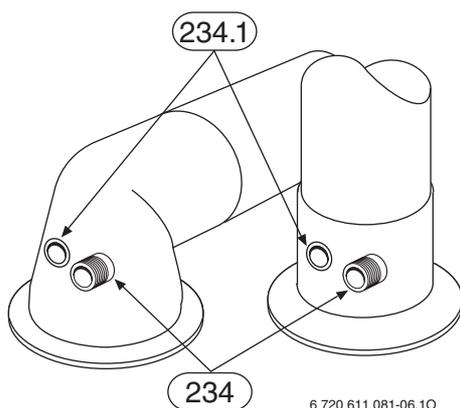

Fig. 43 Analisi di combustione
3. Operazione su sistema concentrico (orizz o vert./ Fig. 43)
- Rimuovere il tappo dei gas combusti presso la presa di analisi combustione (234).